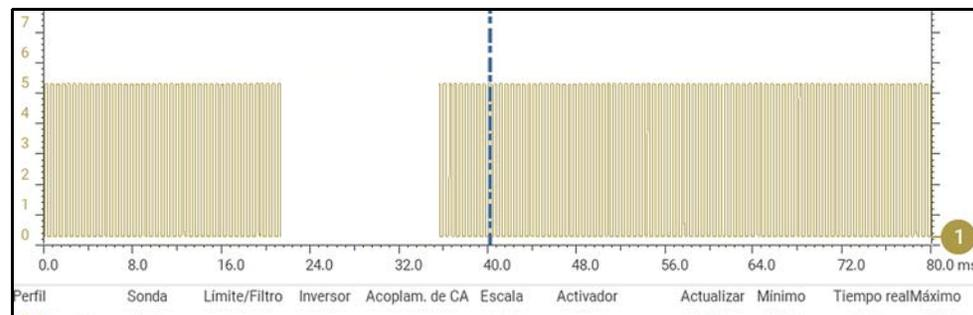

Figura 8-42
**3** - Volver a acercar el zoom (en el ejemplo, 8X) para ver más detalles (Figura 8-42) en el área en la que la interrupción colocó el cursor.